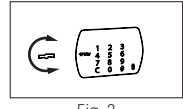

Fig. 3
entretanto luz permanece acesa (Fig. 3). Se se apagar a sinalização, volte ao ponto 1. 3 5.3. Para fechar gire a chave.
- 6 Introduzir **novo código** (de 2 a 15 dígitos), seguido de tecla "C" (Fig. 3). Soará o som de programación.